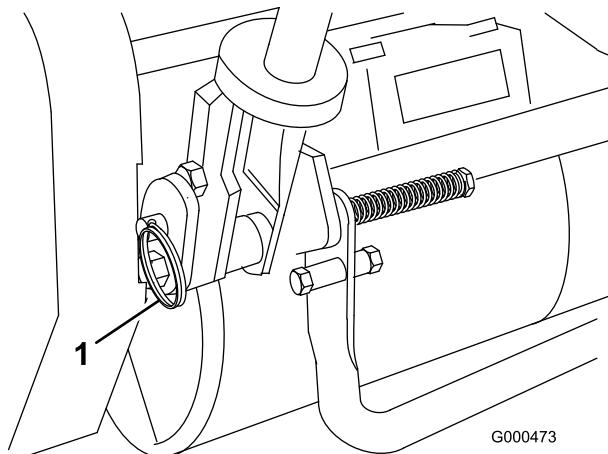

Bild 8
1. Nehmen Sie auf jeder Seite des Rasenmäthers die Splints von den Ringstiften ab (Bild 8).
2. Stützen Sie den Griff ab. Nehmen Sie die Ringstifte auf jeder Seite ab. Lassen Sie den Griff auf die gewünschte Position ab oder heben Sie ihn an (Bild 8).